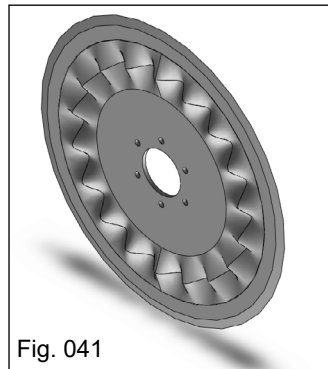

Fig. 041
b) Disco de corte corrugado de 20" (Fig. 041), para todo tipo de solo;